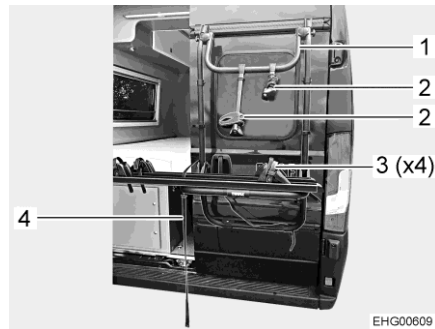

Bild 3 Cykelställ (exempel)
- Öppna förslutningsremmar (Bild 3,4).
- Placera cykeln på skenan och fäst den i fästet (Bild 3,2) med bygeln (Bild 3,1).
- Fäst fram- och bakhjulen på cykeln på hjulskenan med ett spännband (Bild 3,3).
- Stäng förslutningsremmar (Bild 3,4).